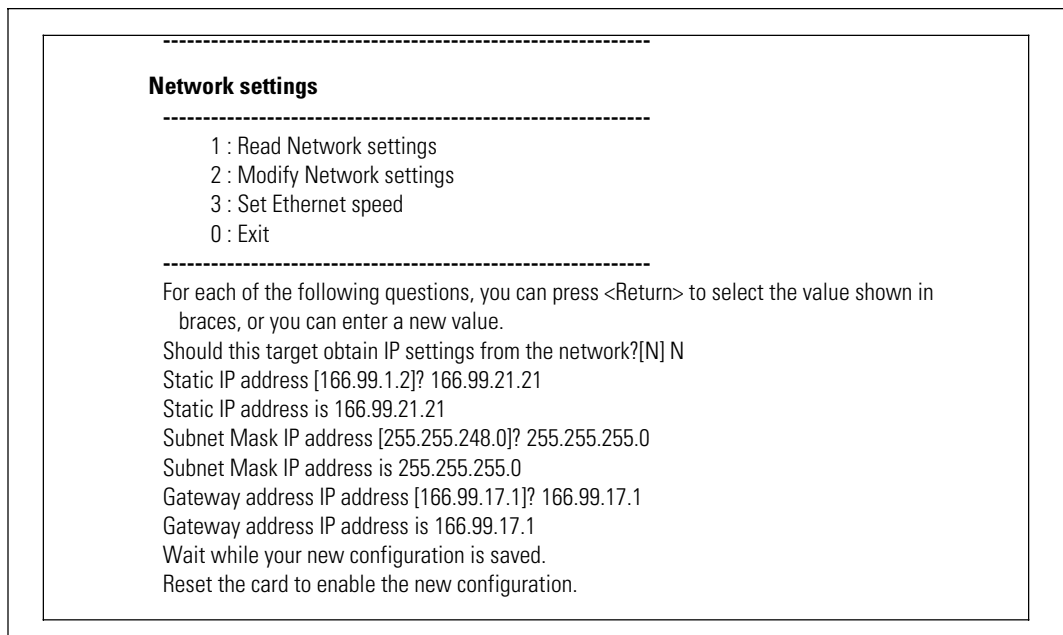

图 11. 修改网络设置
- 1 从主菜单中，键入 **2** 并按下 **Enter**。再次键入 **2** 并按下 **Enter** 以修改网络设置。网络设置菜单显示（请参阅图 11）。